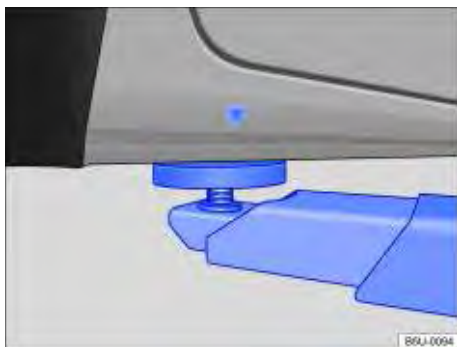
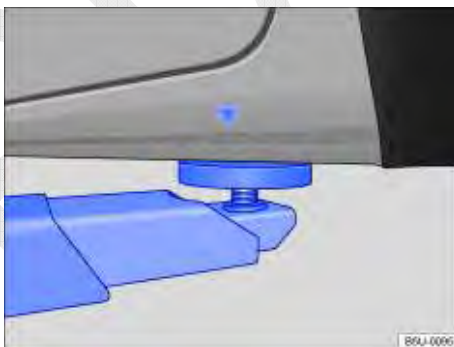

Fig. 142 Pontos de apoio dianteiros para a suspensão com plataforma elevatória ou com macaco.
Fig. 143 Pontos de apoio traseiros para a suspensão com plataforma elevatória ou com macaco.
O veículo deve ser suspenso somente pelos pontos indicados nas figuras ⇒ **Fig. 142** e ⇒ **Fig. 143**. Se o veículo não for suspenso pelos pontos indicados, podem ocorrer danos no veículo ⇒ **⚠️** e ferimentos graves ⇒ **⚠️**.
- Suspender o veículo somente pelos pontos indicados nas figuras ⇒ Fig. 142 e ⇒ Fig. 143. Se o veículo não for suspenso pelos pontos indicados, o veículo pode cair da plataforma elevatória quando, por exemplo, o motor ou a suspensão for desmontado.